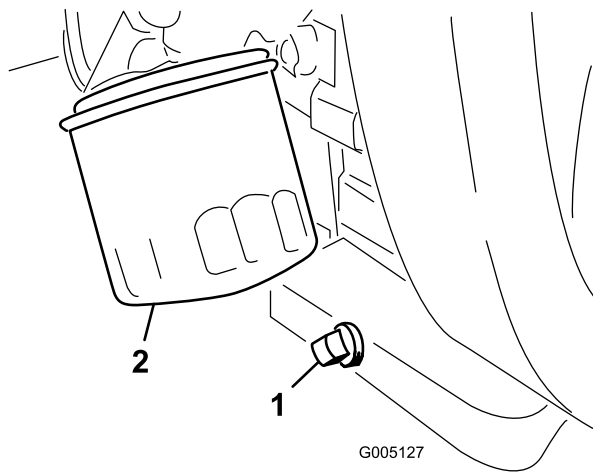

Bild 44
1. Entfernen Sie die Ablassschraube (Bild 44) und lassen das Öl in ein Auffanggefäß ab. Schrauben Sie die Ablassschraube wieder ein, nachdem das Öl abgelaufen ist.
2. Entfernen Sie den Ölfilter (Bild 44). Ölen Sie die neue Dichtung am Ölfilter leicht mit frischem Öl ein.